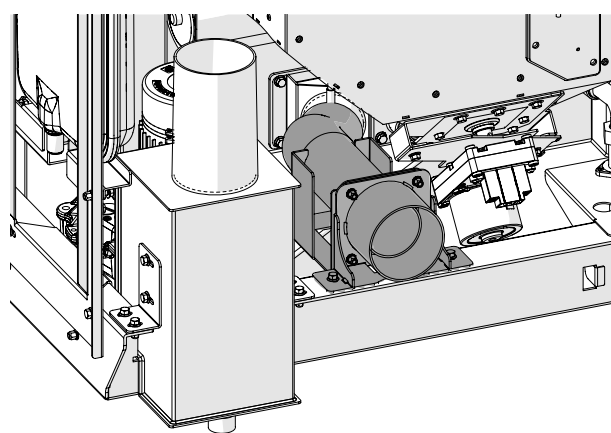

Fig. 44
- Kit de conduits d'air de combustion (**Fig. 44**).